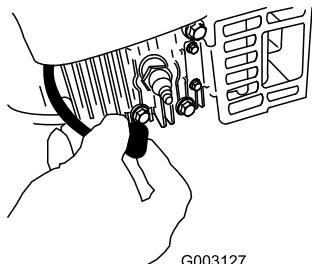

Figura 37
- Desconecte el cable de la bujía (Figura 37) antes de realizar cualquier procedimiento de mantenimiento.